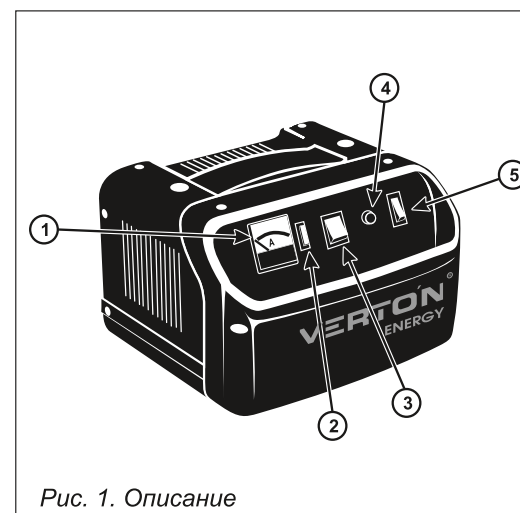

Рис. 1. Описание
### **4. ОПИСАНИЕ (рис. 1)**
- Установите на панели управления нужный режим заряда (см. рис. 1):